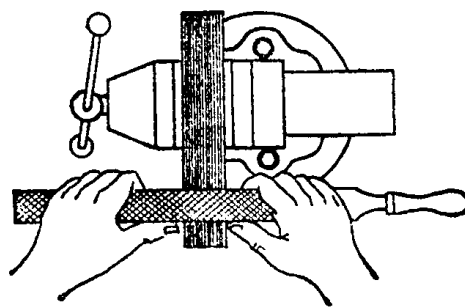

图 1-13 推锉
3. **推锉** 当工件表面已锉平、加工余量很小时，为了提高表面光洁度和修正尺寸，可用推锉方法，见图 1-13。